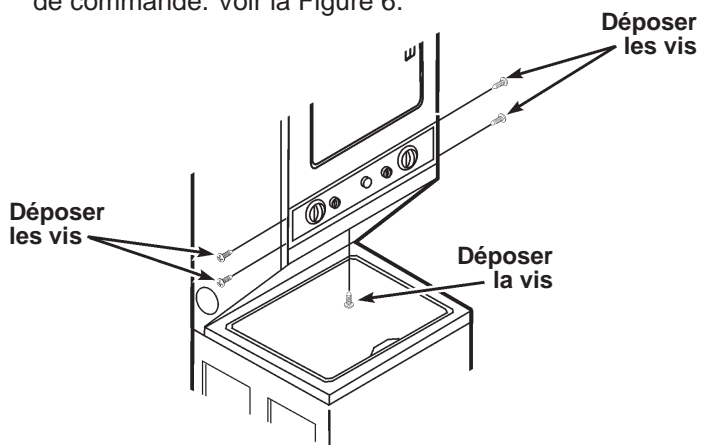

Figure 6
1. Déposer les deux (2) vis de chaque embout de la console. Déposer les embouts de la console. Voir la Figure 6.
3. Déposer la vis qui se trouve à la partie inférieure du panneau de commande. Déposer le panneau de commande. Voir la Figure 6.